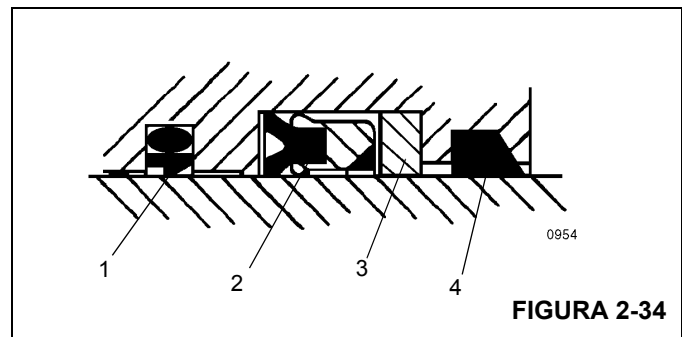

FIGURA 2-34
4. Instale los anillos de desgaste, el sello intermedio y el sello profundo en Z de varilla de repuesto en el interior de la cabeza. Asegúrese que el reborde del sello intermedio esté cerca al sello profundo en Z de la varilla (Figura 2-34). Asegúrese que la ranura del borde del sello profundo en Z de varilla esté más cerca al sello intermedio.